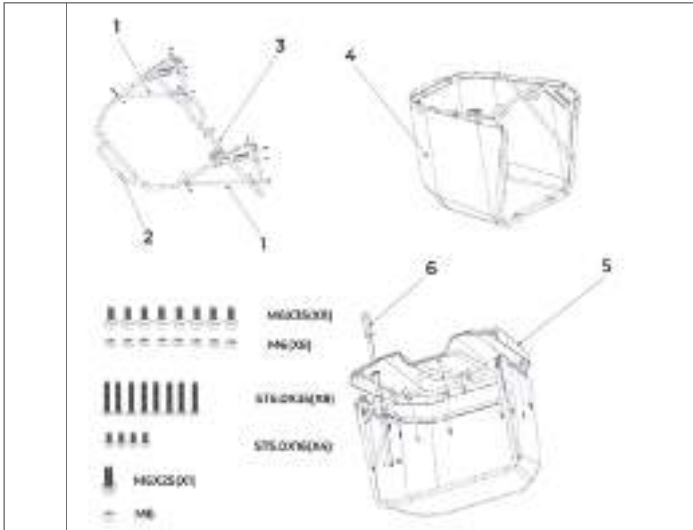

Рис. 5
6.4 Сборка травосборника (рис.5)
- Установите передний кронштейн (рис. 5, поз. 3) на верхнюю раму (рис. 5, поз. 2), используя 4 болта (M6x35) и 4 гайки (M6).
- Установите 2 боковые стойки (рис. 5, поз. 1) на верхнюю раму (рис.5, поз. 2) и передний кронштейн (3), используя 4 болта (M6x35) и гайку (M6).
- Установите мешок для травы (рис. 5, поз. 4) на компонент рамы.
- Установите крышку травосборника (рис. 5, поз. 5) на компонент рамы, используя 8 винтов (ST5.0X35) и 4 винта (ST5.0X16).
- Вставьте переворачивающий рычаг (рис. 5, поз. 6) в крышку травосборника и установите гайку (M6) и болт (M6x25).